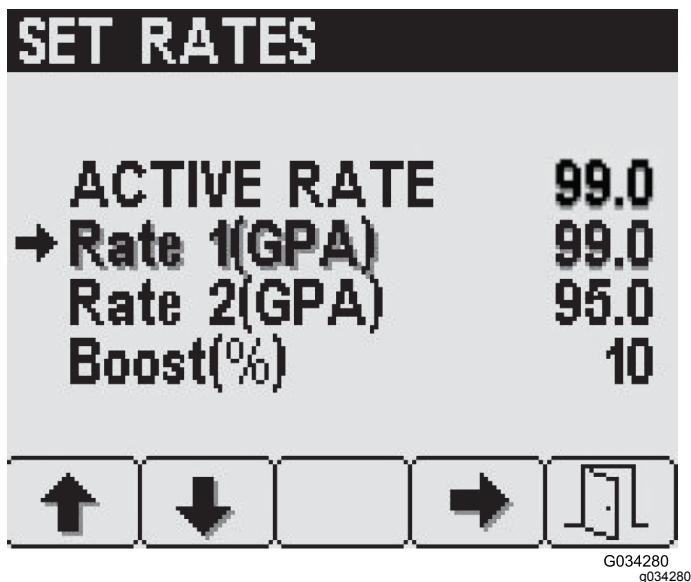

Bild 17
Drücken Sie für den Zugriff auf den Bildschirm „Set Rates“ die Taste 2, bis Sie auf dem Hauptmenübildschirm (Bild 16), bis Sie „Set Rates“ erreichen und drücken Sie Taste 4, um „Set Rates“ auszuwählen (Bild 17).
1. Drücken Sie Taste 1 oder 2, bis Sie die gewünschte Dosierung oder den gewünschten Verstärkungsprozentsatz erreicht haben (Bild 17).